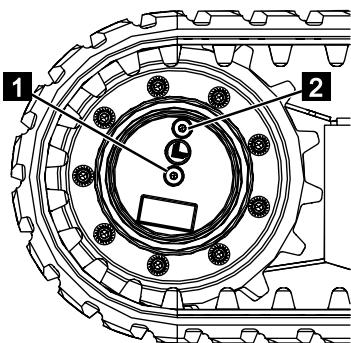

Abb. 250
4. Die Verschraubungen (Abb.250/1 und 2) herausschrauben.